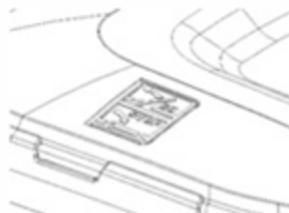

Рис. 15
- Как только флажок упадет, это значит, что травосборник полный. (рис. 15) Немедленно необходимо очистить травосборник от скошенной травы.